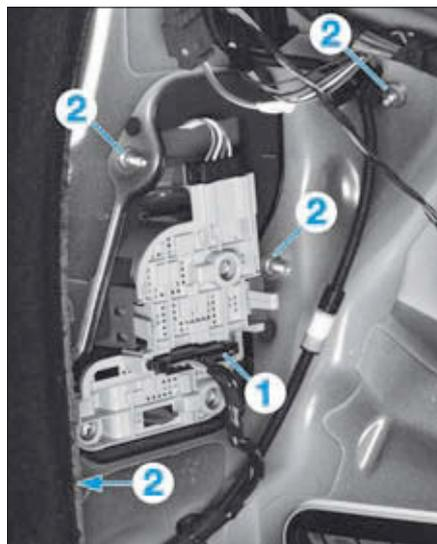

FIG. 69
- Débrancher le connecteur (1) (Fig.69).
- Déposer les écrous (2).